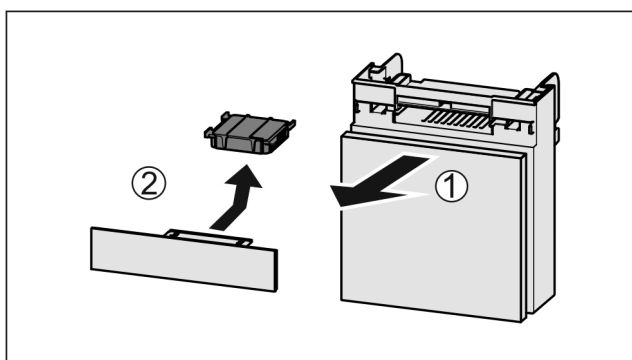

Fig. 175
- ▶ Wyciągnąć Fig. 175 (1) komorę do przodu.
- ▶ Wyjąć Fig. 175 (2) filtr z węglem aktywowanym.